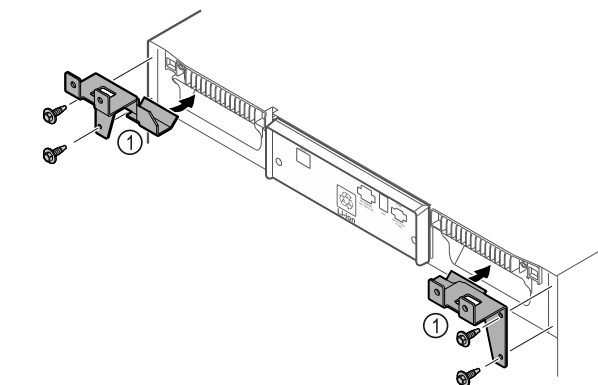

Fig. 11
- Holdedele Fig. 11 (1) monteres på apparatet med selvskærende skruer.